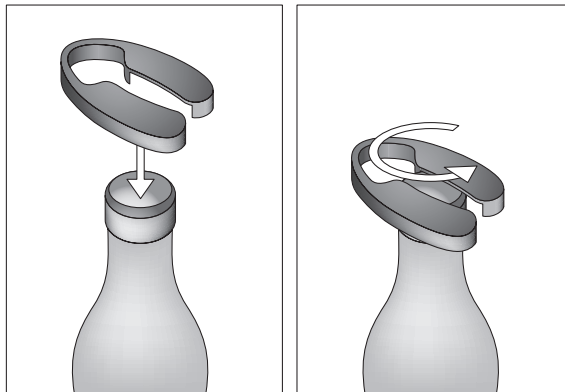

Abb. 2
- 1 Nehmen Sie den Kapselschneider ❶ aus seinem Fach in der Ladestation heraus.
- 2 Um die Folienmanschette über dem Flaschenkorken aufzuschneiden: Setzen Sie den Kapselschneider ❶ wie in Abbildung 2 gezeigt auf die verschlossene Weinflasche auf. Drücken Sie ihn fest mit Daumen und Zeigefinger zusammen. Umgreifen Sie die Weinflasche fest mit einer Hand, damit sie nicht umfallen kann.